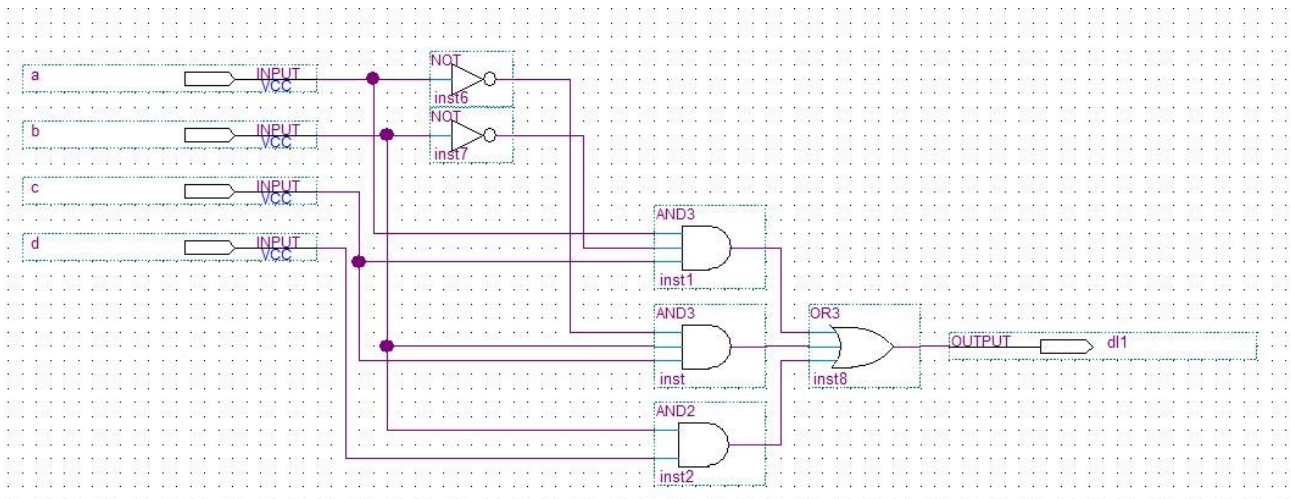

Figura 7
- Para conectar los distintos componentes hacer click en uno de los terminales de la compuerta y arrastrar el mouse hasta el punto que se desea conectar, al final llegaremos a un diseño similar a la Figura 7.